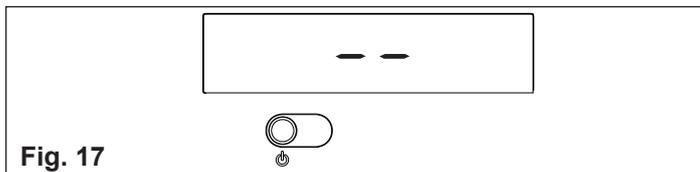
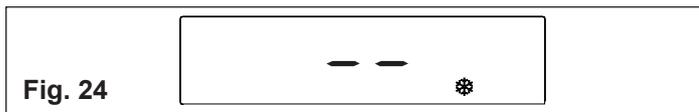
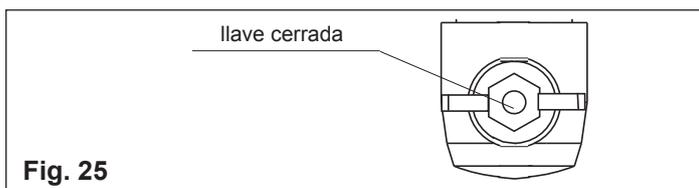

Fig. 17
Fig. 24
Fig. 25
- ⚠ La caldera se vuelve a encender en el estado en que estaba antes del apagado: si la caldera estaba en invierno confort cuando se apagó, se volverá a encender en invierno confort; si estaba en estado OFF, el visor digital visualizará en la zona central dos segmentos (fig. 17). Pulsar la tecla para activar el funcionamiento.
En caso de breves ausencias pulsar la tecla  para apagar la caldera. El visor digital visualizará en la zona central dos segmentos (fig. 17). De este modo dejando activas la alimentación eléctrica y la alimentación del gas, la caldera está protegida por los sistemas: - antihielo (fig. 24): cuando la temperatura del agua de caldera disminuye por debajo de los valores de seguridad se activa el circulador y el quemador a la mínima potencia para restablecer la temperatura del agua a valores de seguridad (35 °C). En el visor digital se ilumina el símbolo .
En caso de ausencias prolongadas pulsar la tecla  para apagar la caldera (fig. 17). El visor digital visualizará en la zona central dos segmentos. Posicionar el interruptor general de la instalación en "apagado". Luego cerrar la llave del gas situado debajo de la caldera, girando en el sentido de las agujas del reloj (fig. 25).